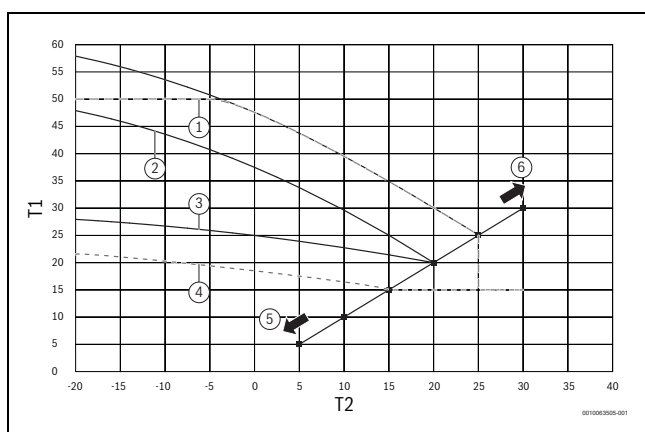

Fig. 53 Indstillingsmuligheder for opvarmningskurven
2) Alle opvarmningskurver mødes ved en udetemperatur på +20 °C og en returtemperatur på +20 °C. I dette driftspunkt kræves der ikke yderligere varmeydelse. Via bjælkevisningen (→ fig. 11, side 6) kan dette driftspunkt flyttes under menupunktet **opvarmningskurve og parallelforskydning** mellem 5 °C og 30 °C langs den skråt indtegnede akse. Der ved forskydes hele varmekurven med en konstant værdi på 1 K pr. bjælkeenhed i opad- eller nedadgående retning (→ fig. 53, side 27). Brugeren kan foretage denne indstilling efter sine individuelle temperatørønsker. Tabel 37, side 27 kan anvendes som hjælp til tilpasning af opvarmningskurven.